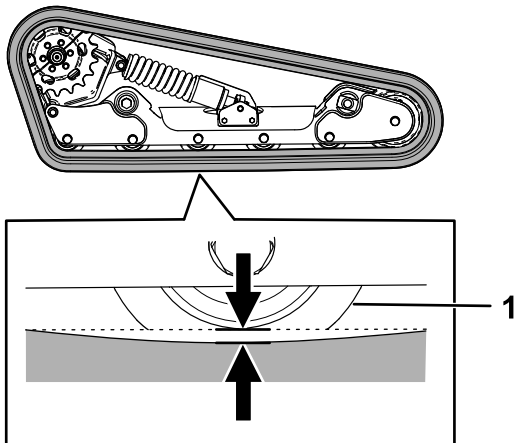

Figura 24
Eleve/apoye 1 lado de la máquina y, con el peso de la oruga, compruebe que el espacio entre la parte inferior del reborde de la rueda de rodaje y la oruga es de 13 mm, tal y como se muestra en la Figura 24. Si no es así, ajuste la tensión de las orugas usando el procedimiento siguiente.
5. Con una llave de carraca de ½", gire el tornillo tensor hasta que el espacio de la oruga sea de 13 mm, tal y como se muestra en la Figura 24.
9. Compruebe que la flexión de la oruga es de 13 mm, tal y como se muestra en la Figura 24. Ajústelo si es necesario.
7. Usando una llave de carraca de ½", gire el tornillo tensor en sentido antihorario hasta que la flexión de la oruga sea de 13 mm, tal y como se muestra en la Figura 24.
12. Compruebe que la flexión de la oruga es de 13 mm, tal y como se muestra en la Figura 24.